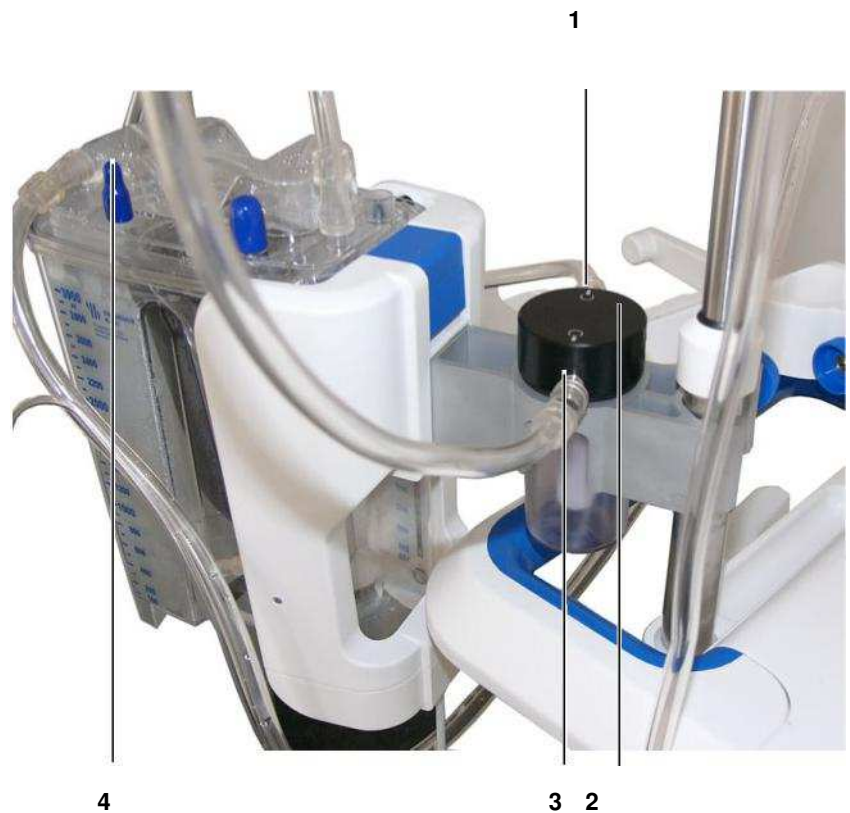

Fig. 26 Reservatório de sangue com proteção contra derramamentos (aqui no suporte "Auto-Start").
- conecte uma das extremidades de ATV-140 ao filtro de fumaça (consulte Fig. 24, pos. 2), se for usado um filtro de fumaça. Se não for usado um filtro de fumaça, conecte diretamente a outra extremidade do ATV-F140 à proteção contra transbordo (consulte Fig. 26, pos. 1 e 3).
- conecte uma das extremidades do ATV70 ao reservatório ATR (consulte Fig. 24, pos. 1) (tampa amarela) e a outra extremidade à proteção contra transbordo (consulte Fig. 26, pos. 3).